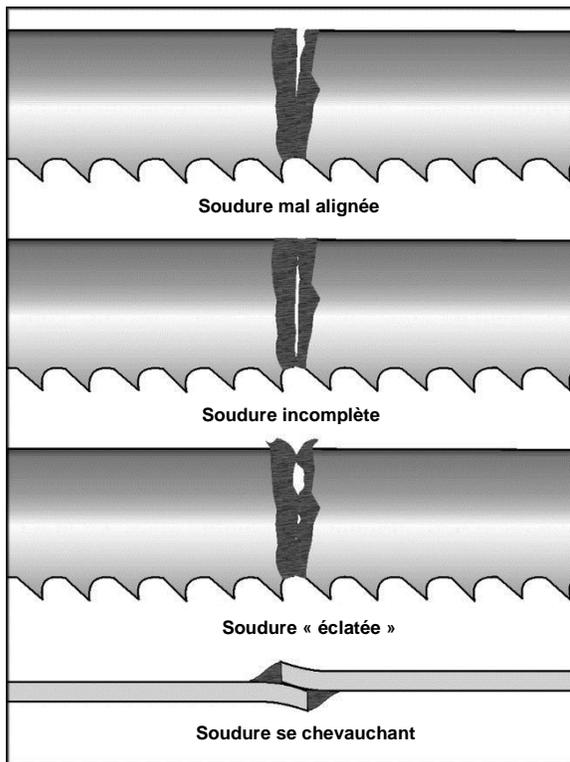

Figure 14
10. Retirer la lame des mâchoires et la contrôler minutieusement. L'espacement des dents doit être uniforme et la soudure doit se situer au centre du fond de dent. Un défaut d'alignement peut être facilement constaté à ce stade par l'aspect de la soudure. Des exemples de soudures incorrectes sont illustrés en Figure 14.